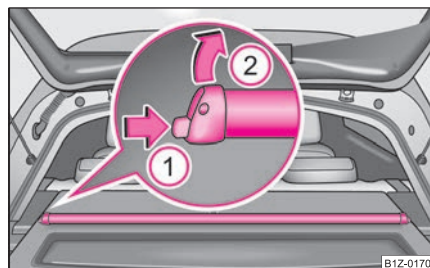

Fig. 53 Desmontar la cortinilla antisolar enrollable
- Desenganchar los elementos de fijación de la cubierta del maletero (C).
- Presionar el seguro en el sentido de la flecha (1) y sacar la cortinilla antisolar arrollable en el sentido de la flecha (2) ⇒ página 62, fig. 53. ■